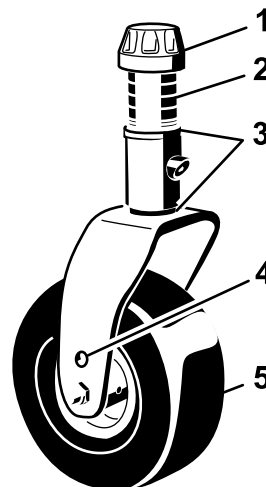

Figura 138
1. Togliete il cappuccio di tensione dall'asse del perno della ruota orientabile ed estraete il perno dal braccio della ruota orientabile (Figura 138).
Rimuovete il cappuccio di tensione e la forcella della ruota orientabile (Figura 138).